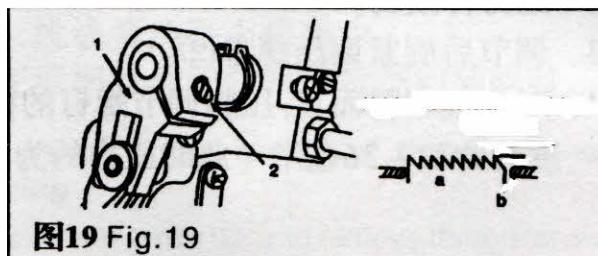

图19 Fig.19
- 1) Ослабьте винты (2) и (3) кулачка механизма подачи материала (1). Переместите кулачок механизма подачи в направлении стрелки или противоположном направлении, затем плотно затяните винты.
16. Высота зубчатой рейки (Fig. 19)